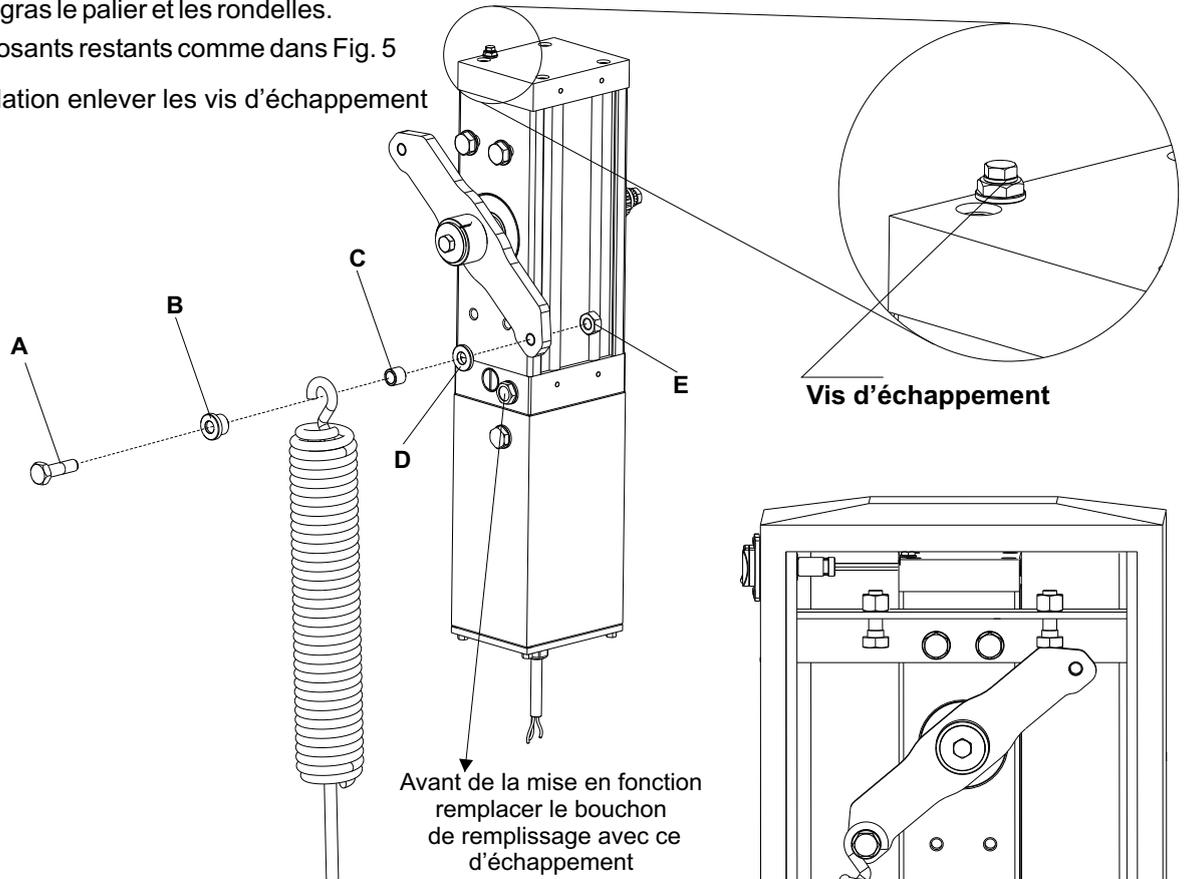

Fig.5
Insérer avec soin le roulement à rouleaux (C) dans la boucle (B) et exécuter l'assemblage comme dans Fig. 5.
Monter les composants restants comme dans Fig. 5